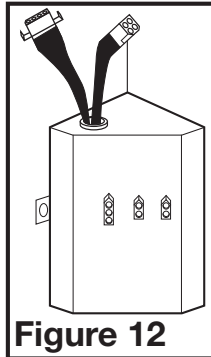

Figure 12
- 3b. **MODÈLES DÉTECTION DE MOUVEMENT :** branchez les câbles à 2 broches du ventilateur et les câbles à 3 broches de connexion rapide du moteur dans la prise correspondante située sur le couvercle du compartiment de fil. Ces câbles ne s'adaptent que dans un sens dans les réceptacles (Figure 12).